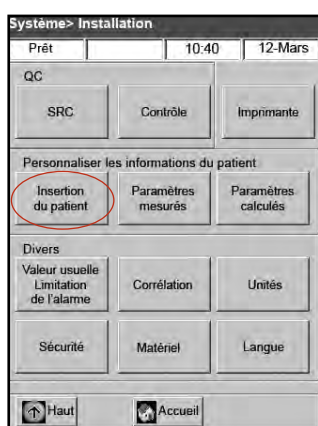

Figure H-6 : Écran “Système> Configuration”
- Sur l'écran “Configuration”, sélectionnez **“Information patient”** (Figure H-6).